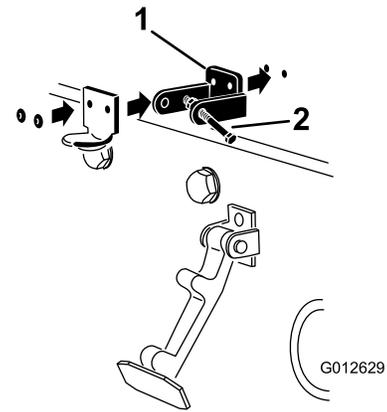

Figure 7
4. Alignez les trous de montage et positionnez le support de loquet CE et le support de loquet du capot sur le capot (Figure 7).
6. Rivez les supports et les rondelles sur le capot (Figure 7).